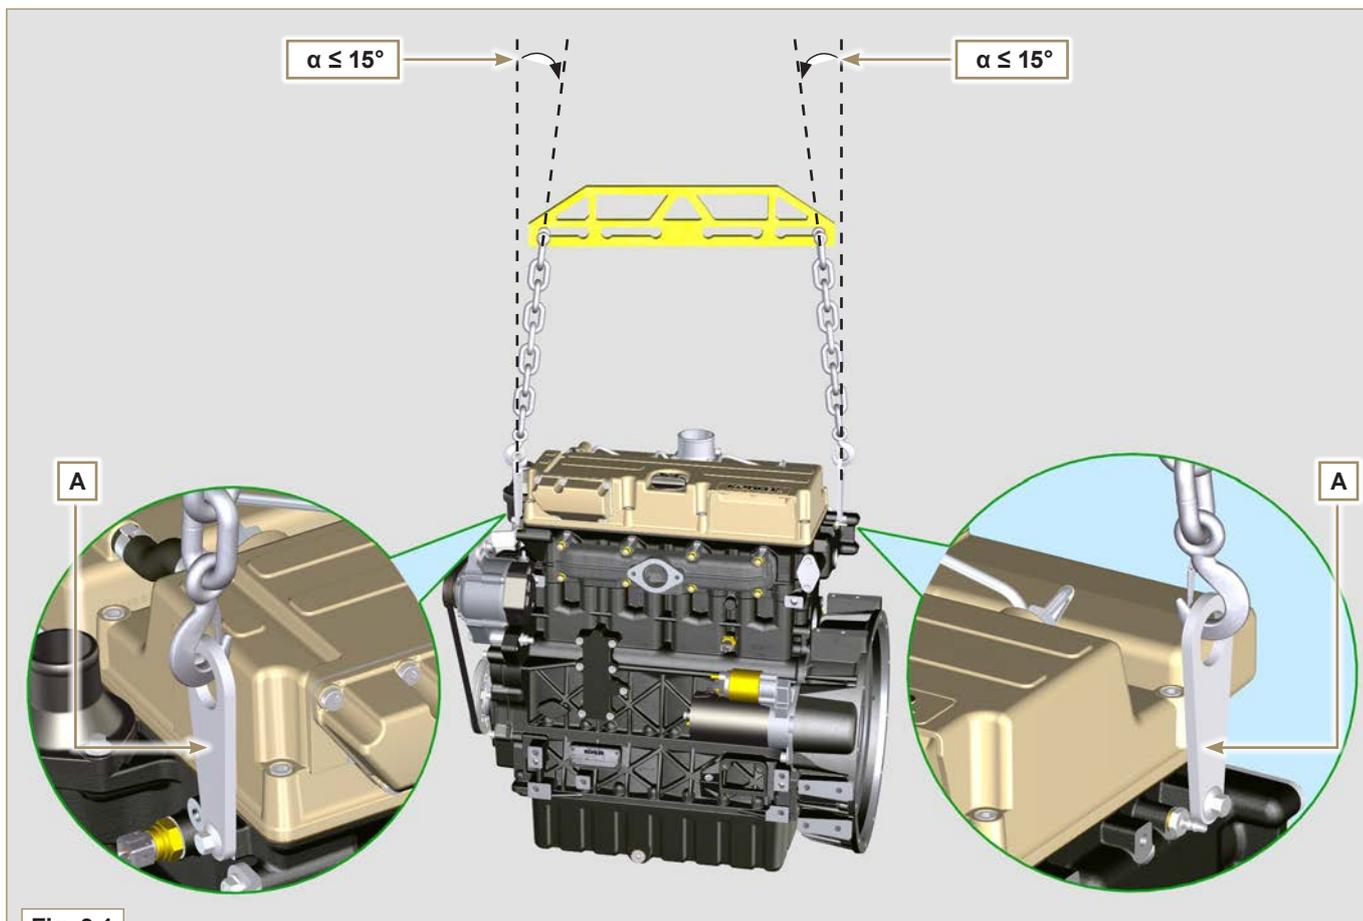

Fig. 3.1
- Per il sollevamento del solo motore utilizzare esclusivamente entrambi i golfari **A** previsti dal KOHLER (Fig. 3.1).